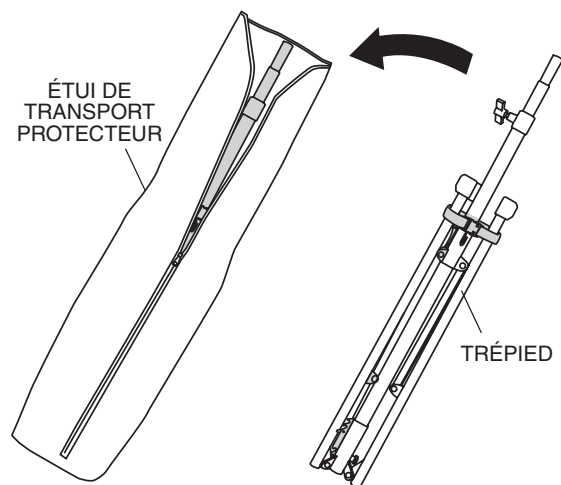

Figure 26. Étui de transport
- Ranger le trépied (Figure 26) à l'intérieur de l'étui de transport protecteur.